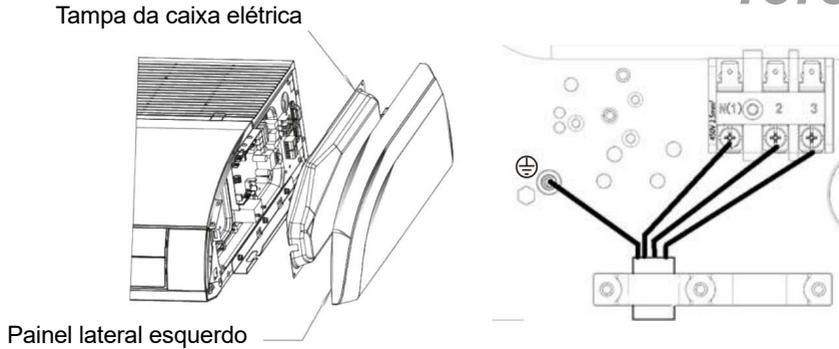

Fig 30
3. Ligue o cabo de ligação da unidade interior corretamente com base nas marcas correspondentes, conforme mostrado na Fig. 30.